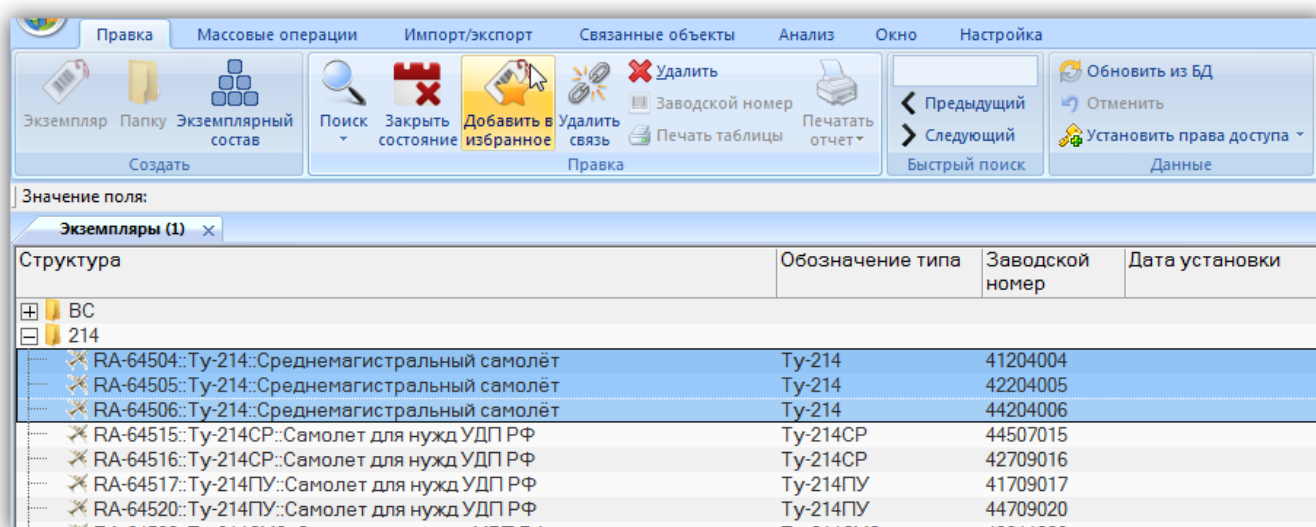

Рис. 13-33 – Добавление экземпляров ВС в избранные
2) Выбрать в нем экземпляр ВС. Для выделения нескольких экземпляров используйте клавиши CTRL и SHIFT (рис. 13-33).
3) Нажать кнопку  «Добавить в избранное» панели «Правка» (рис. 13-33).